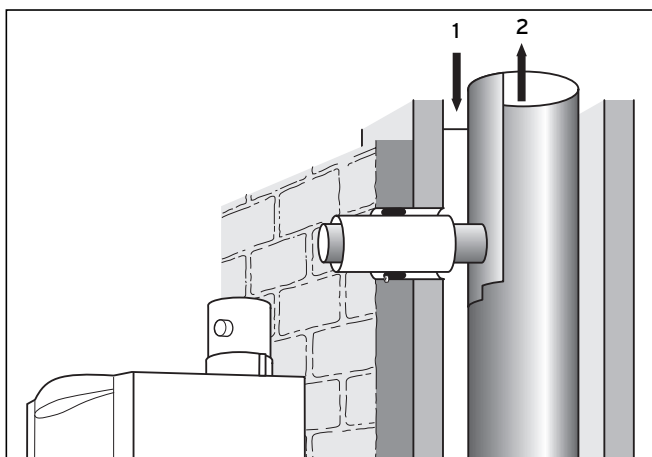

Fig. 4.7 Découpe du tuyau d'évacuation des fumées et installation du tuyau d'air
- Procédez à un raccordement sur le AEAi conformément à la fig. 4.7.